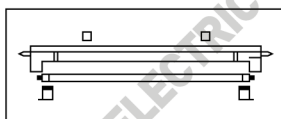

Рис. 4
- оденьте на лампу защитные скобы и сдвиньте в пазы держателей (рис. 4);